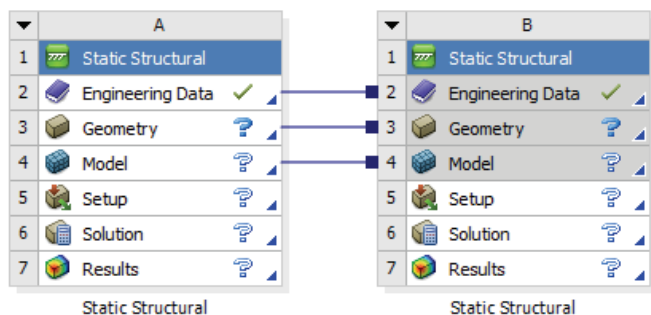

图 6-9 创建的项目工程图
3) 在工具箱中的 Analysis System > Static Structural 上按住鼠标左键拖曳到项目管理区中, 当项目 A 的 Model 项红色高亮显示时, 放开鼠标创建项目 B, 此时相关联项的数据可共享, 如图 6-9 所示。